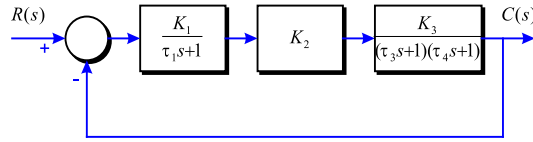

Figura 3-34
**Problema 90** Donat el sistema de control de la Figura 3-34 amb  $\tau_1 = 0.5$ ,  $\tau_3 = 1$ ,  $\tau_4 = 0.125$ .